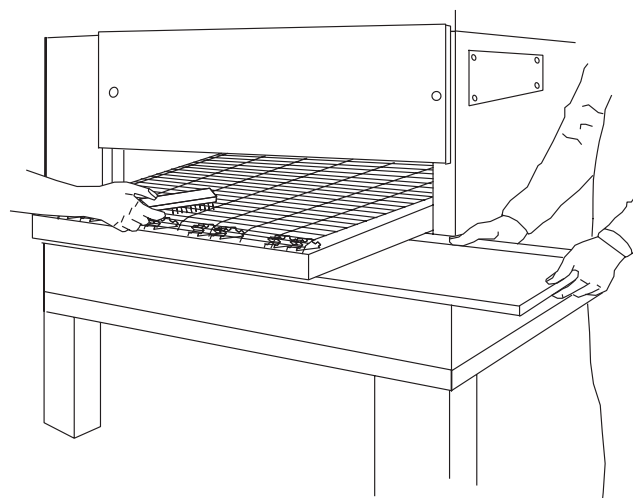

Figure 4-2. Nettoyage de la courroie du transporteur et du plateau de restes
#### C. Courroie du transporteur (Figure 4-2)
#### D. Plateaux de restes (Figure 4-2)
Sortez et nettoyez les plateaux de restes à chaque extrémité du four. Vous pouvez sortir les plateaux de restes d'aliments en les faisant glisser, comme le montre la Figure 4-2. Remplacez-les une fois nettoyés.
1. Sortez les plateaux de restes comme indiqué sur la Figure 4-2.